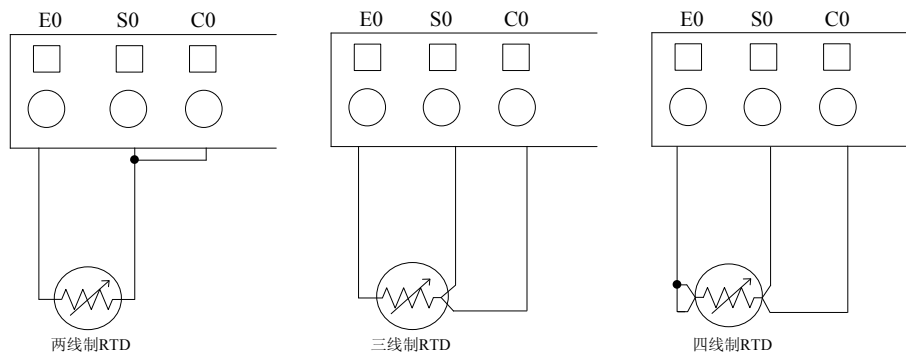

图3.2.16 RTD的三种接线方式
- 本模块可测量4个通道热电阻信号,可以接入两线制、三线制和四线制的热电阻。如图3.2.16所示,如果是两线制,将S、C短接,E和S间跨接热电阻。如果是三线制,热电阻一端连到E,另一端两根线分别连到S和C。如果是四线制,将热电阻一端两根线短接后接到E,另一端两根线分别接到S和C;